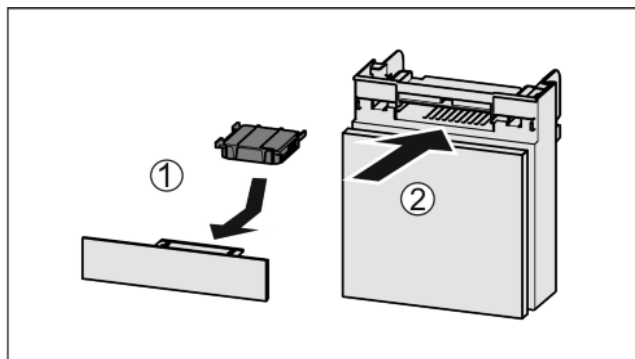

Fig. 45
- Wkładać Fig. 45 (1) filtr z węglem aktywnym zgodnie z ilustracją.
- Wsunąć komorę Fig. 45 (2).